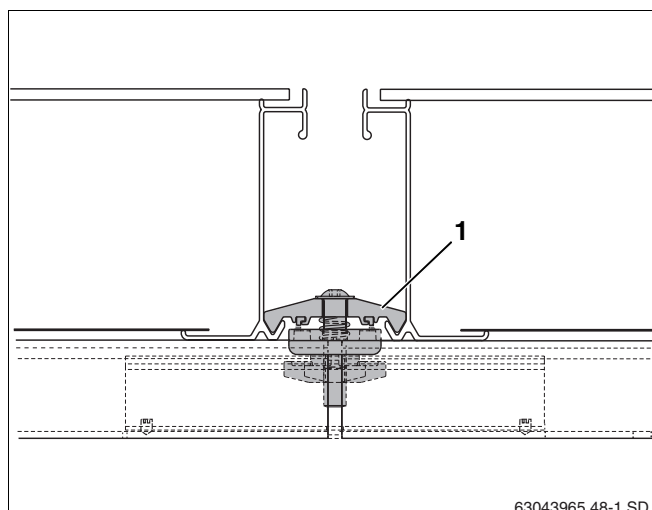

Fig. 51 Giunto di fissaggio tra due collettori
Il morsetto (fig. 51, **pos. 1**) del giunto fa ora presa sul bordo inferiore del collettore.